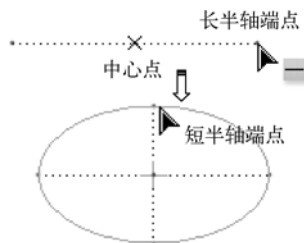

图 2-30 中心和轴椭圆
- **中心和轴椭圆**: 以椭圆中心、长半轴端点及短半轴端点来绘制椭圆,如图2-30所示。